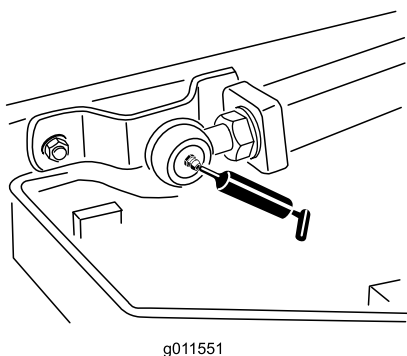

Рисунок 82
- Шаровые опоры подъемных рычагов (2 шт.) (Рисунок 82)